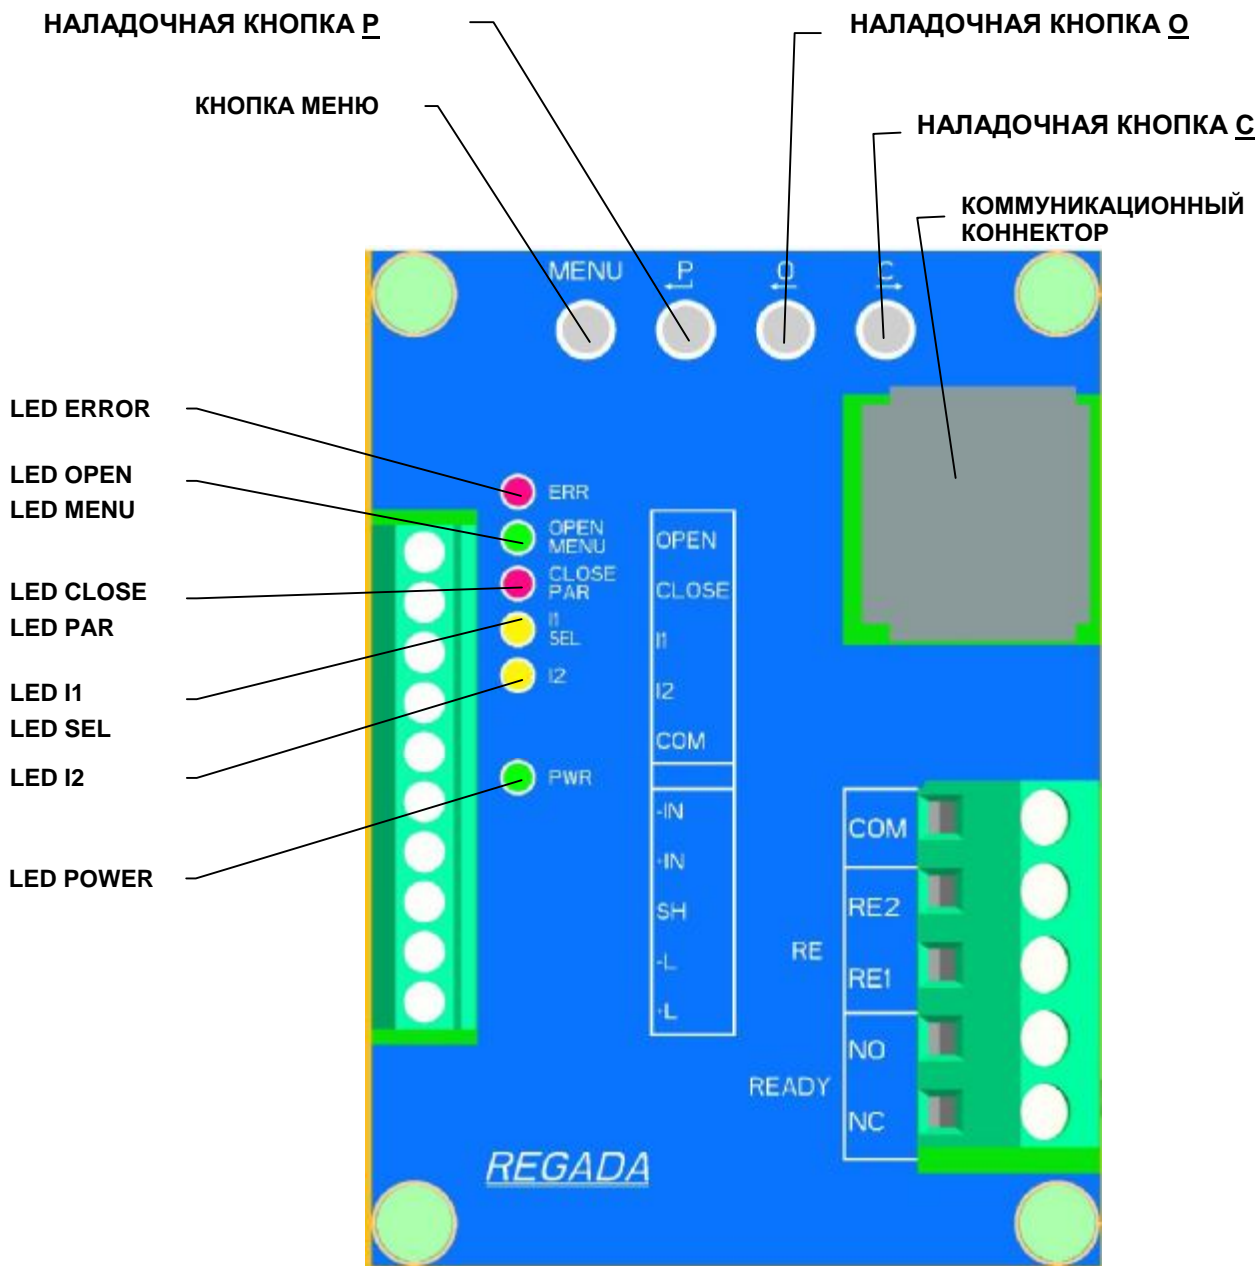

Рис. 6
Настройка осуществляется на механически и электрически присоединенном ЭП. Эта глава описывает наладку ЭП на специфицированные параметры, в случае если произошла перестановка некоторого элемента ЭП. Размещение элементов настройки указано на **Рис.6** и **Рис.6а**.
- через кнопки блока управления (**Рис.6**) и **Рис.6а**
- 6 сигнальными диодами (LED диоды) по **Рис. 6** и **Рис.6а**.
Рис. 6а